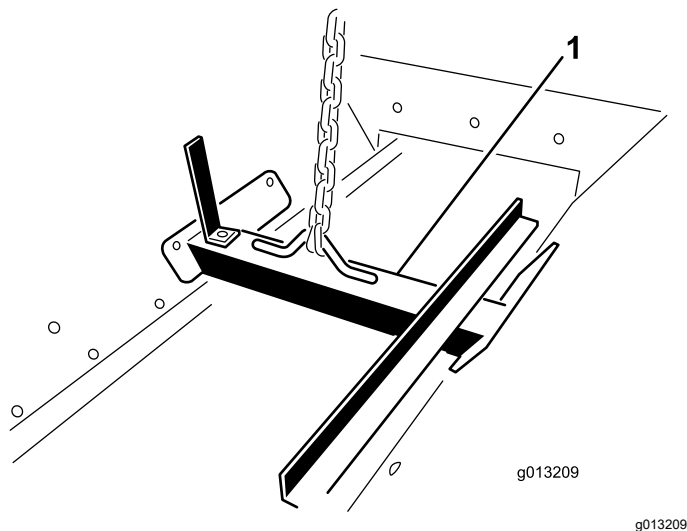

Рисунок 16
1. Прикрепите подъемное устройство к подъемному кронштейну внутри загрузочного бункера с помощью болтов (Рисунок 16).